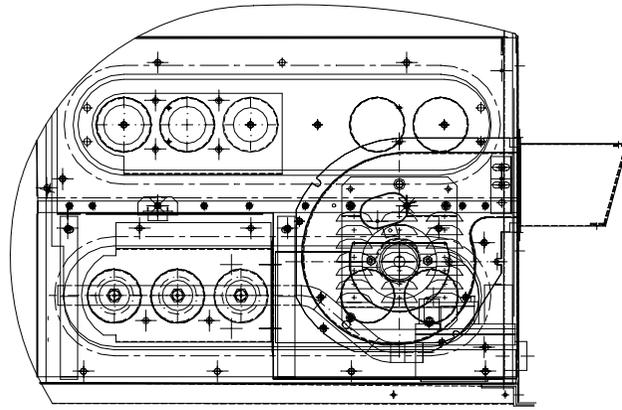

Fig.13 – Ensamblaje del Quemador
2. Retire el tapón de la cañería en el manifold (vea la Fig. 13) luego conecte el manómetro a este punto. Conecte el gas en la unidad.